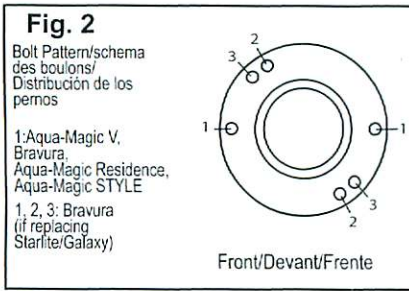

Fig. 2
With mounting bolts in place, position toilet over closet flange (Fig. 2). If not carpeted, go to Step 5.
- Une fois les boulons de fixation en place, aligner cabinet sur la bride de sol (voir fig. 2). Si le plancher n'est pas recouvert de tapis, aller à l'étape 5.
3. **Style Plus y Bravura solamente:** Saque el recubrimiento de alrededor de la base de la unidad. Con los pernos de montaje en su sitio, coloque el tanque sobre la brida del suelo (Fig. 2). Si el piso no está alfombrado, vaya al paso 5.